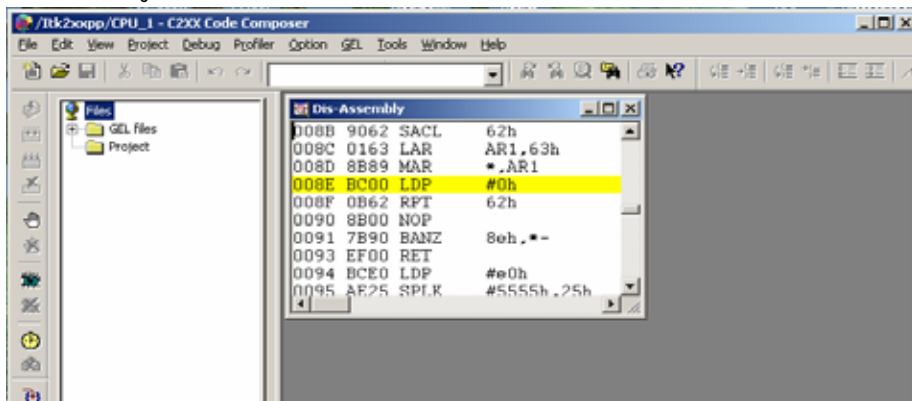

图 6.5 FLASH 烧写插件使用示意图 1
A. 请连接并口或 USB1.1/2.0 开发系统进入开发软件工作环境，如图 6.5。